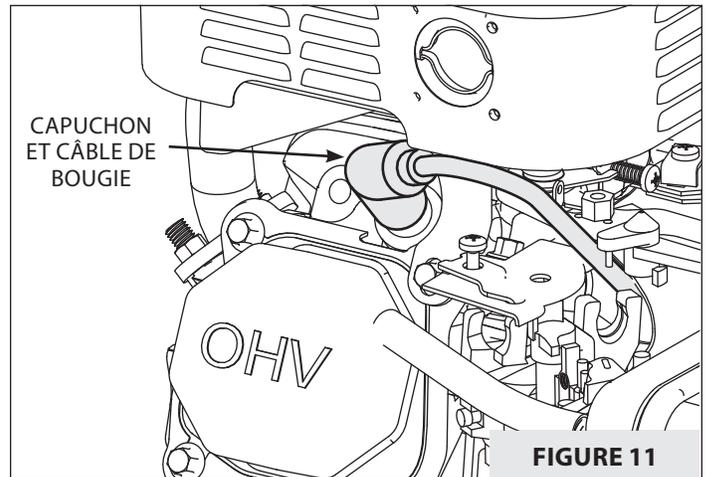

FIGURE 11
1. Débrancher le câble/capuchon de bougie et l'écartier de la bougie. **VOIR FIGURE 11.**
2. Débranchez le capuchon de bougie et nettoyez tous débris autour de la bougie. **VOIR FIGURE 11.**